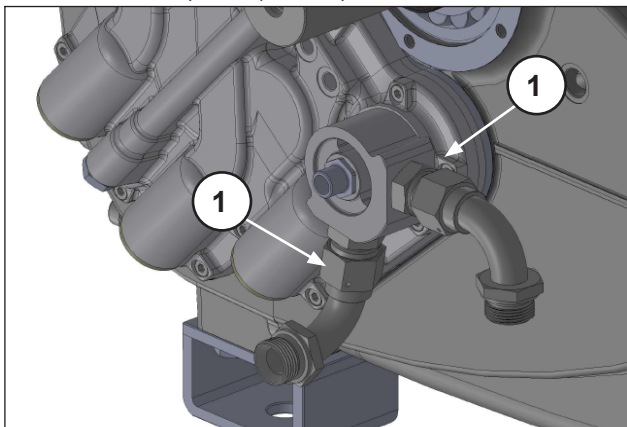

Рис. 18
Отвинтите и снимите два колена, соединяющие с трубами теплообменника (поз. ①, Рис. 18).